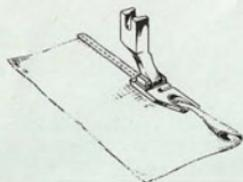

Fig. 42
a) ORLO A PUNTO DIRITTO (Fig. 42)